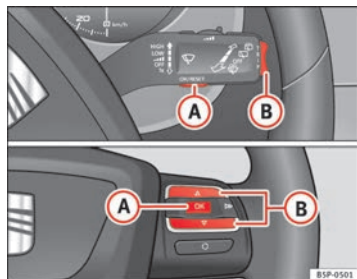

Fig. 39 Teclas basculantes A y B. Mando en volante.
Si hay que realizar algún servicio próximamente, aparece en el cuentakilómetros un **preaviso de servicio**. Aparece el símbolo de una “llave fija” y la indicación “km” con los kilómetros que aún puede recorrer hasta la fecha del próximo servicio. Aproximadamente transcurridos 10 segundos cambia esta indicación. Aparece el símbolo de un “reloj” y el número de días que faltan hasta la fecha del próximo servicio. En la pantalla* del cuadro de instrumentos aparece el siguiente mensaje: **SERV. EN ... KM O ... DÍAS**. Transcurridos 20 segundos después de haber conectado el encendido o de tener el motor en marcha, se apaga el mensaje de servicio. También se puede volver a la pantalla normal pulsando el botón de puesta a cero del cuentakilómetros parcial o pulsando la tecla basculante del MFA ⇒ página 64, fig. 39 (B).
- Con el encendido conectado, pulse brevemente la tecla **⇒ fig. 39 A** de la palanca del limpiacristales para cambiar de una memoria a otra o pulse la tecla **A** de los mandos al volante **⇒ fig. 39**.